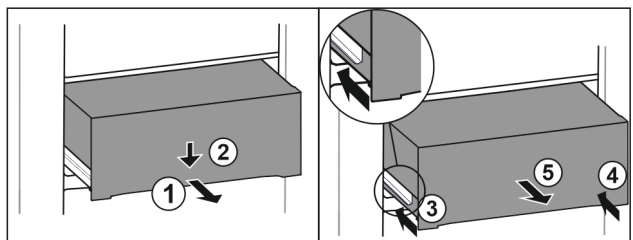

Fig. 233
- ▶ Izvucite ladicu na pola. Fig. 233 (1)
- ▶ Pritisnite ladicu naprijed prema dolje. Fig. 233 (2)
- ▶ Gurnite lijevu vodilicu za oko 2 cm. Fig. 233 (3)
- ▶ Gurnite desnu vodilicu za oko 2 cm. Fig. 233 (4)
- ▶ Izvadite ladicu prema naprijed. Fig. 233 (5)